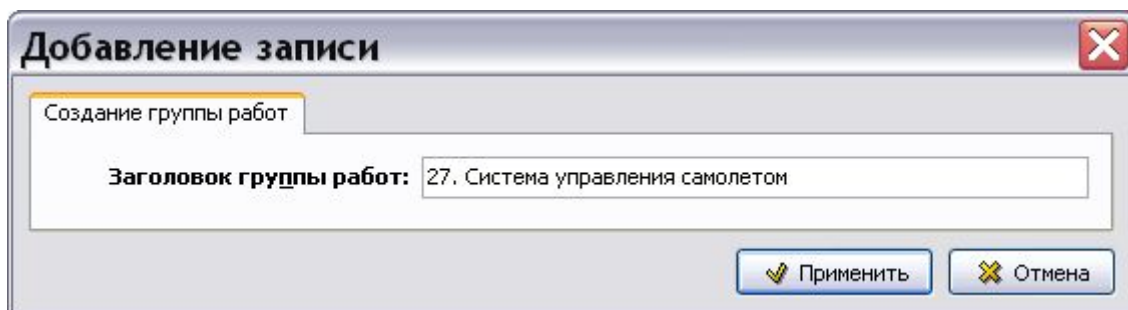

Рис. 7.71
1. Нажмите на кнопку **Добавить**  справа от окна **Группы работ**. При этом появится диалоговое окно **Добавление записи** (Рис. 7.71).